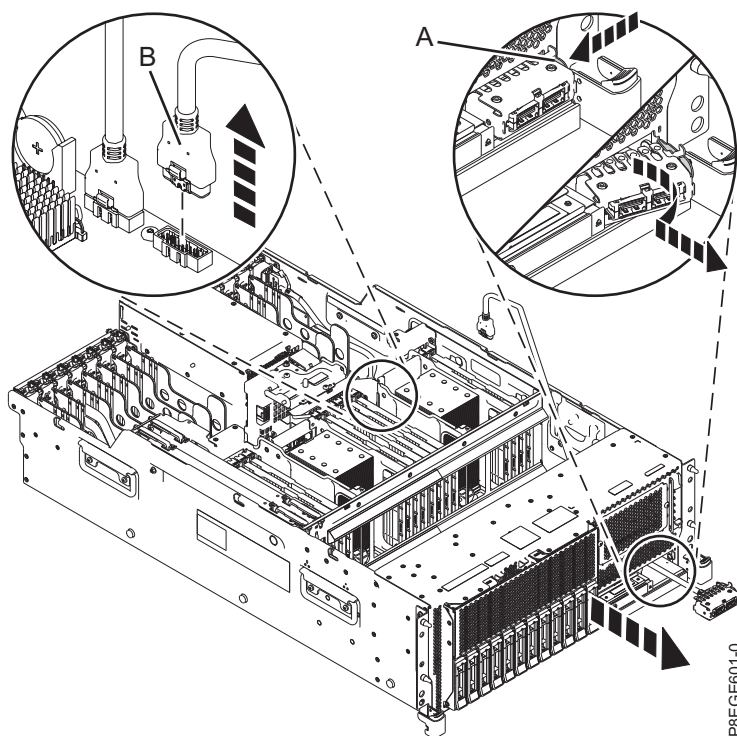

Figura 2. Com desendollar el cable USB de la placa posterior del sistema
5. Desendolleu el cable frontal USB **(B)** de la placa posterior del sistema tal com es mostra a Figura 2 a la pàgina 5.
6. Desbloquegeu l'allotjament del cable USB **(A)** de la part frontal del sistema. Empenyeu el costat dret de l'allotjament i feu-lo pivotar cal a l'esquerra mentre el feu sortir. Consulteu Figura 2 a la pàgina 5.